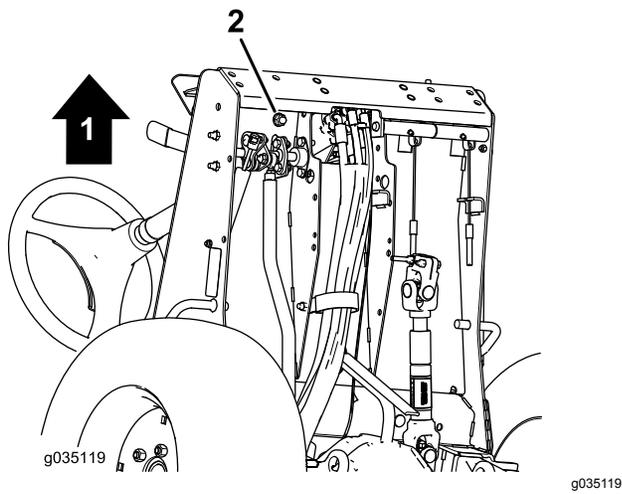

図 78
B. フットレストプレートの底部についているジャムナットをゆるめる 図 78。
- F. ペダルストップを押さえた状態でフットレストプレート底部のジャムナット 図 77 と 図 78 を  $3745\text{N}\cdot\text{m}$   $3.74.6\text{kg}\cdot\text{m}$  =  $2733\text{ft}\cdot\text{lb}$  にトルク締めする。